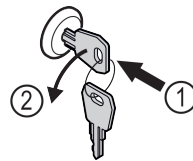

Fig. 165
- ▶ Вдавити ключ. Fig. 165 (1)
- ▶ Повернути ключ на 90° проти годинникової стрілки. Fig. 165 (2)